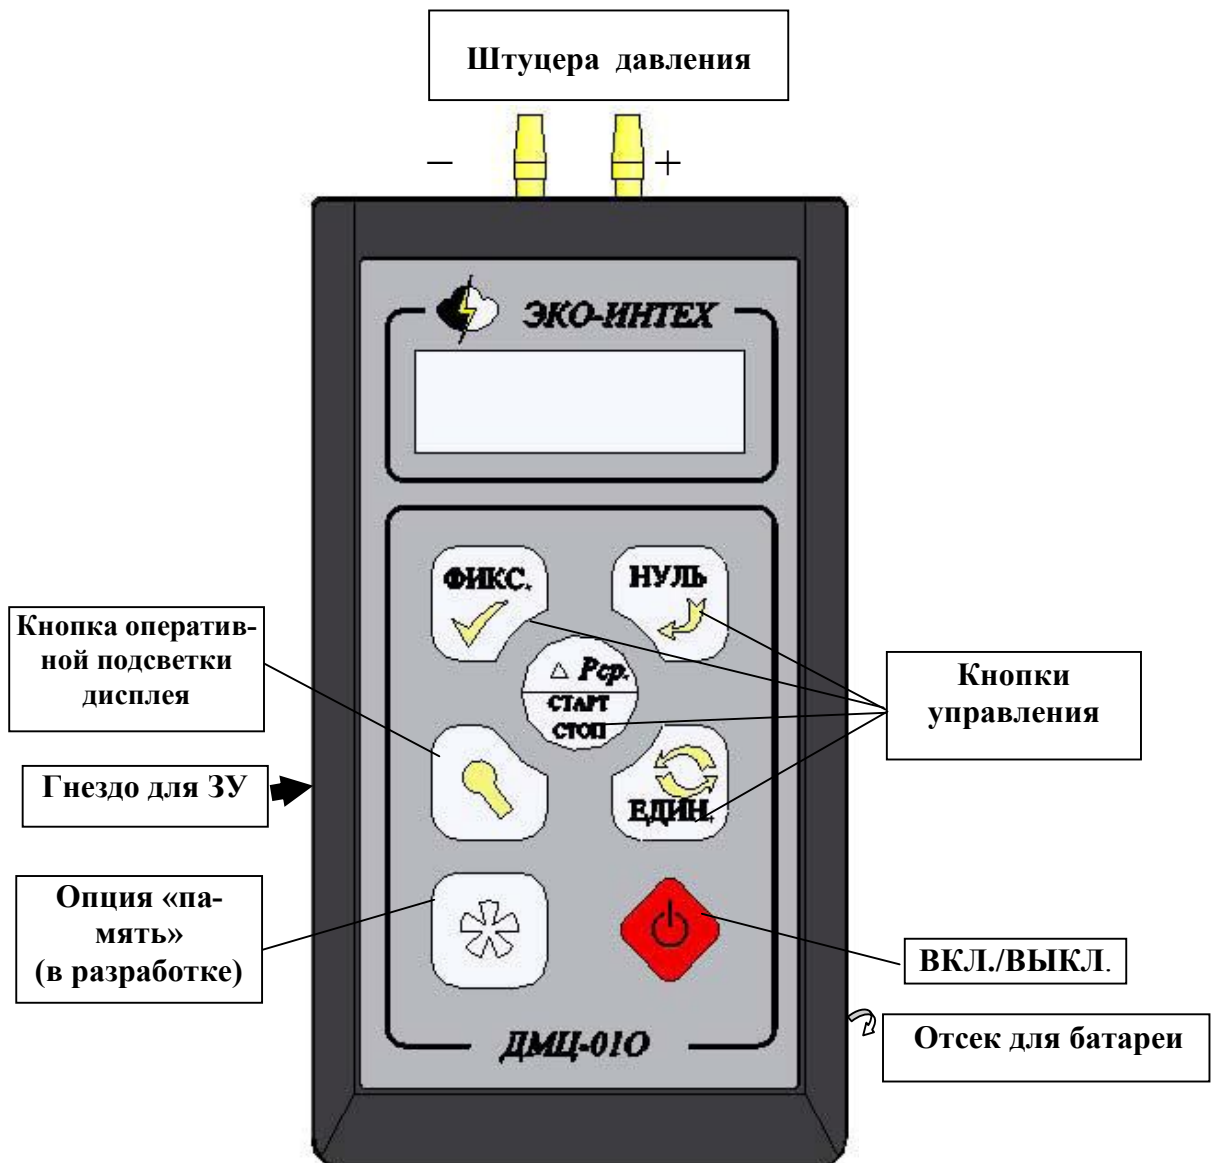

Рис. 1. Дифференциальный манометр цифровой ДМЦ-010
4.1. Прибор состоит из четырех основных функциональных частей: полупроводникового датчика дифференциального давления, аналогово-цифрового преобразователя, микропроцессора и панели управления работой прибора. Прибор собран в пластмассовом корпусе (рис.1), на лицевой стороне которого смонтирована панель со следующими кнопками управления работой прибора: